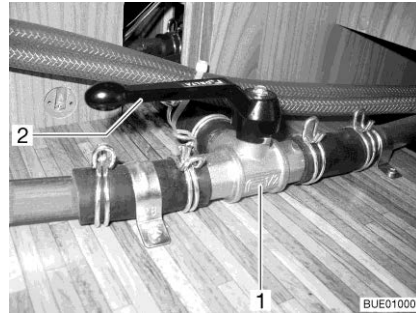

Fig. 217 Válvula de 3 vías
- Poner la palanca (Fig. 217,2) de la válvula de 3 vías (Fig. 217,1) en posición paralela al sentido de flujo recto (Fig. 217).
- Poner la palanca (Fig. 217,2) de la válvula de 3 vías (Fig. 217,1) en posición transversal al sentido de flujo recto.